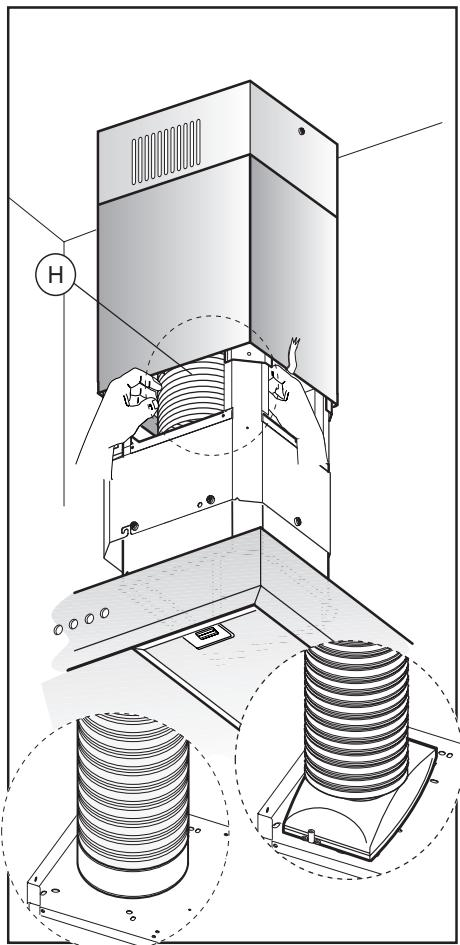

Fig.12
- Fixer le tuyau d'évacuation air **H** (pas fourni avec l'appareil) sur la bride de raccordement **F** (Fig.12)